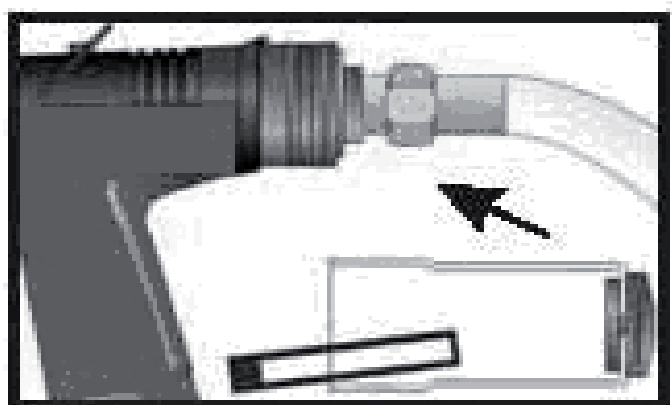

Fig. 07
- Wenn die Blindnietpistole für längere Zeit an einem festen Ort verwendet wird, dann kann auch ein Absaugschlauch für das auffangen der Nietdorne verwendet werden (Fig. 07 und 08). Hierbei ist eine ausreichende Ansaugleistung der „externen Absauganlage“ (nicht im Lieferumfang enthalten) zu achten.